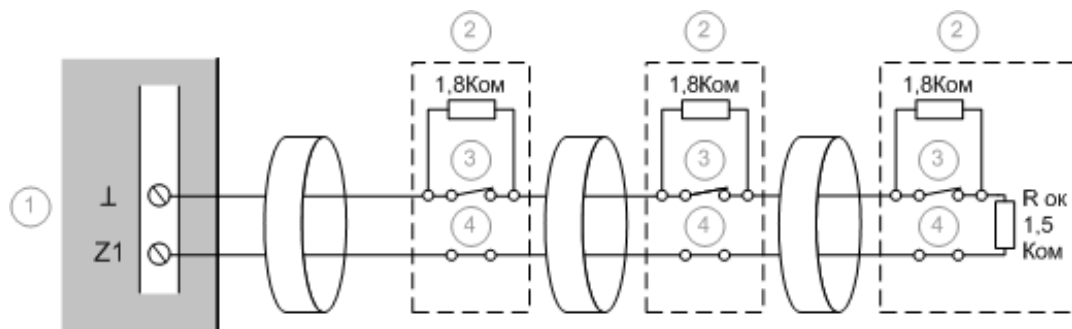

Рис. 4. Типовая схема подключения к ШС извещателей с нормально-замкнутыми контактами
6.1.1 В случае типового подключения в ШС включаются все извещатели, формирующие сигнал тревоги путем размыкания контактов. Тревожные контакты извещателей, контакты вскрытия корпуса извещателей и оконечный резистор ШС включены последовательно (см. рисунок 4).
- На схеме обозначены (см. рисунок 4):
На схеме обозначены (см. рисунок 4):